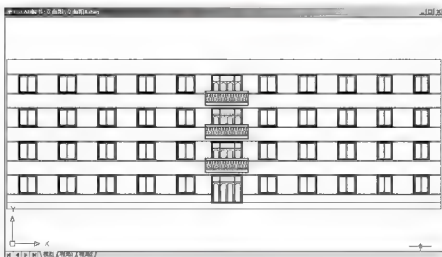

图 4.61 复制生成其他阳台
(3) 用【复制】命令生成其他阳台, 并将图形修整至如图 4.61 所示的状态。